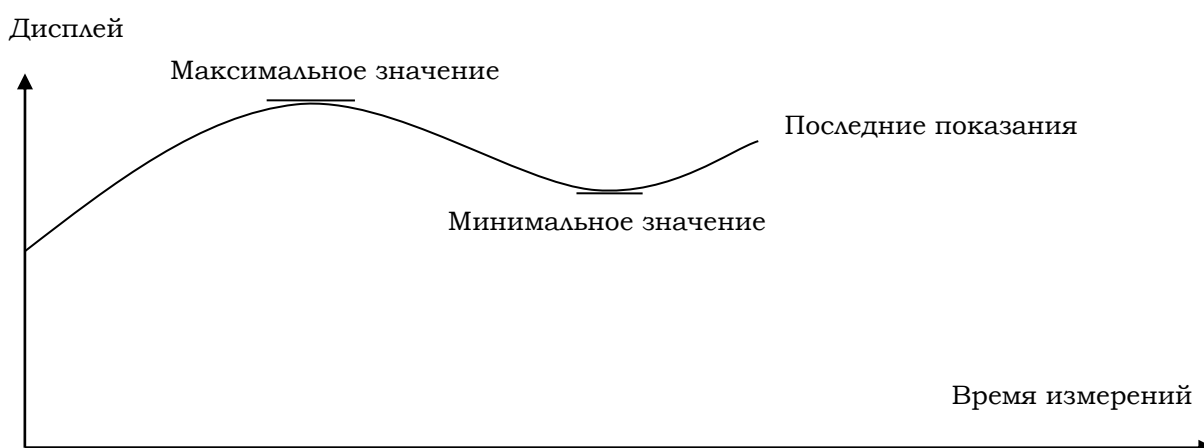

Рис. 1
**3.4.1.** Данные (последнее значение, максимальное значение, минимальное значение) полученные непосредственно перед выключением переключателя, автоматически сохраняются. Например, см. рис. 1.